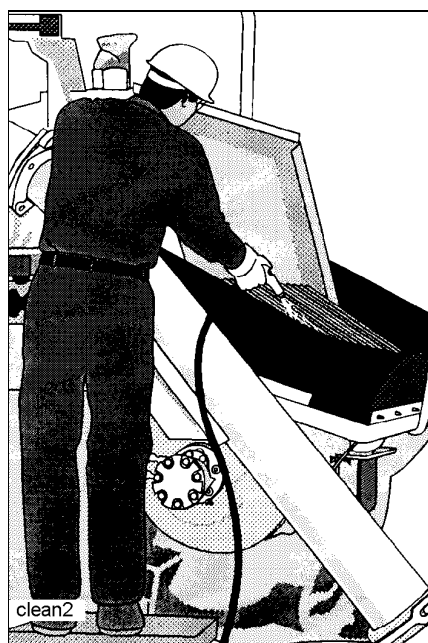

Fig. 1
- Acoplar el tubo flexible de agua y lavar a chorro de agua la tolva de carga (Fig. 1).
- Abrir la tapa de limpieza (Fig. 1) debajo de la carcasa de la corredera Rock y lavar la carcasa.